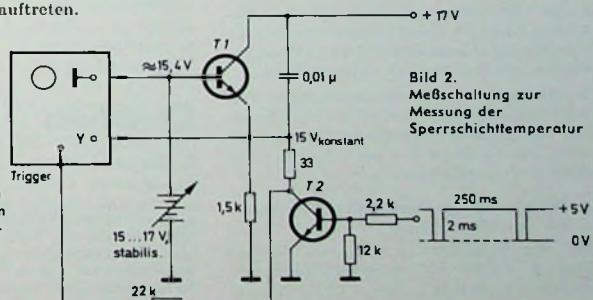
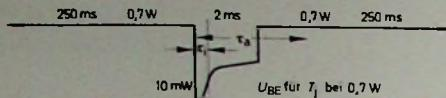

Bild 2.
Bild 3. Impulsverlauf des Emitterstromes von T_1
- Man heizt den Transistor mit einer bestimmten, möglichst großen Leistung auf und mißt dann kurzzeitig (indem pulsförmig der Kollektorstrom reduziert wird) U_{BE} mit den gleichen Bedingungen wie bei der Aufnahme der $U_{BE} = f(T_J)$ -Kettenlinien (Bild 2). Der Oszilloskop für die Messungen muß entweder eine definierte (konstante) Nullpunktunterdrückung haben (Tektrotron mit Einschub Typ „W“), oder der Nullpunkt muß mit einer von außen einzuspeisenden Gleichspannung, deren Wert bekannt ist, unterdrückt werden. Gemessene wird die niedrigste Spannung (Spitze). Die innere Wärmeezeitkonstante τ_1 kann dabei ebenfalls bestimmt werden (Bild 3). Das Verhältnis der Belastungszeit zur Meßzeit soll möglichst größer als 100 gewählt werden (DIN 4/729). Das ist besonders wichtig, wenn der Transistor mit Kühlkörper gemessen wird, weil dadurch die äußere Wärmeezeitkonstante τ_1
Mit der Meßschaltung nach zum Beispiel Bild 2 wurde U_{BE} gemessen und entsprechend aus Bild 1 $U_{BE} = f(T_1)$ dann T_1 entnommen.